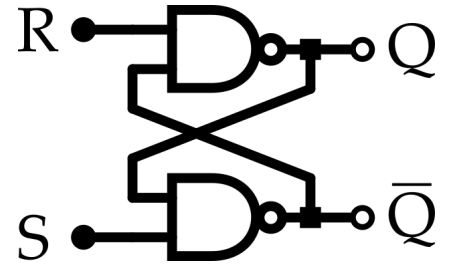

FIGURE 3.4: Bascule RS implémentée avec des portes NAND
La bascule RS (pour Reset and Set) est présentée sur la figure 3.4. Il s'agit d'une bascule asynchrone car elle fait pas intervenir de signal d'horloge. Étudions son fonctionnement.
- Il existe pour la sortie Q un état "interdit" qui est obtenu lorsque $R = S = 0$. En effet, comme cela est montré sur la figure 3.4, la sortie \bar{Q} de la bascule n'est pas égale à la valeur opposée de Q.